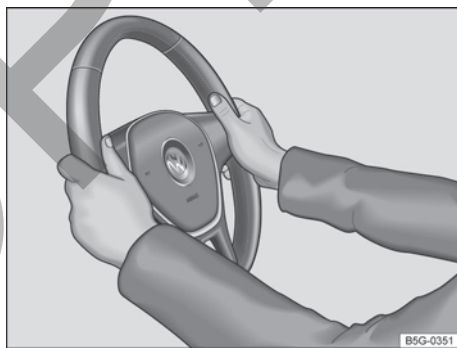

Fig. 61 En el volante: posición 9 y 3 horas.
- Ajustar la posición del volante de forma que pueda sostenerlo lateralmente por el borde exterior en las posiciones equivalentes a las 9:00 y a las 3:00 → fig. 61 con ambas manos y los brazos ligeramente doblados.
- Empuje la palanca ① siempre por su mango con firmeza hacia arriba después del ajuste, para bloquear la posición del volante.
- Durante la conducción, siempre sujete el volante con ambas manos lateralmente en el borde externo en la posición equivalente a las 9:00 y a las 3:00 → fig. 61, para reducir las lesiones provocadas por un disparo del airbag frontal del conductor.